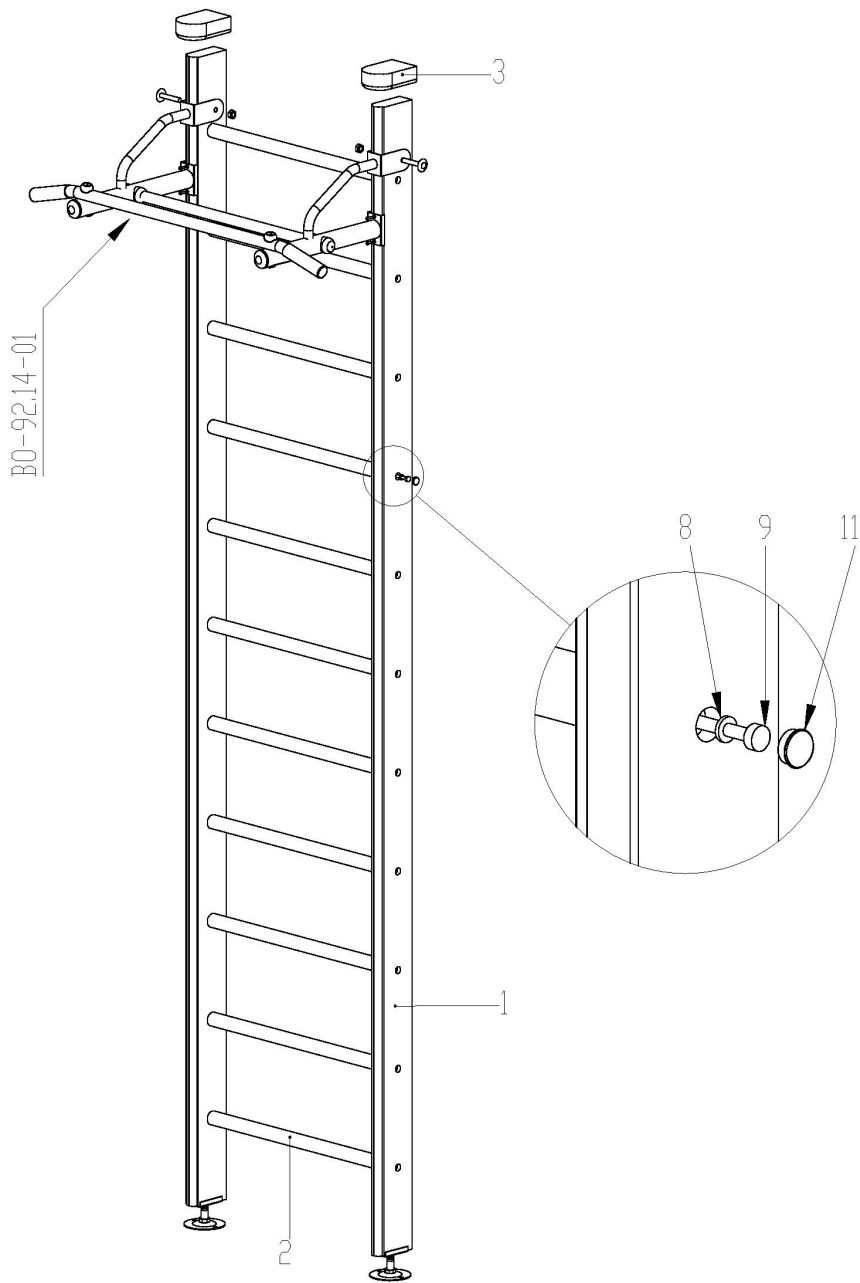

Рис. 1
4.1. Освободить комплектующие детали от упаковки. Убедиться, что комплектность поставки совпадает с паспортными данными. Сборку производить поэтапно, следуя указаниям данного руководства (Рис.1 и 2).
4.6. Установить Комплекс вертикально на опоры нижние поз. 4. На верхних концах стоек шведской стенки поз.1 установить опоры поз. 3 (Рис. 1). Выворачивая винты домкратные поз. 5, закрепить Комплекс между полом и потолком. Для обеспечения вертикальности использовать отвес. Положение винтового домкрата законтрить гайкой поз. 7.